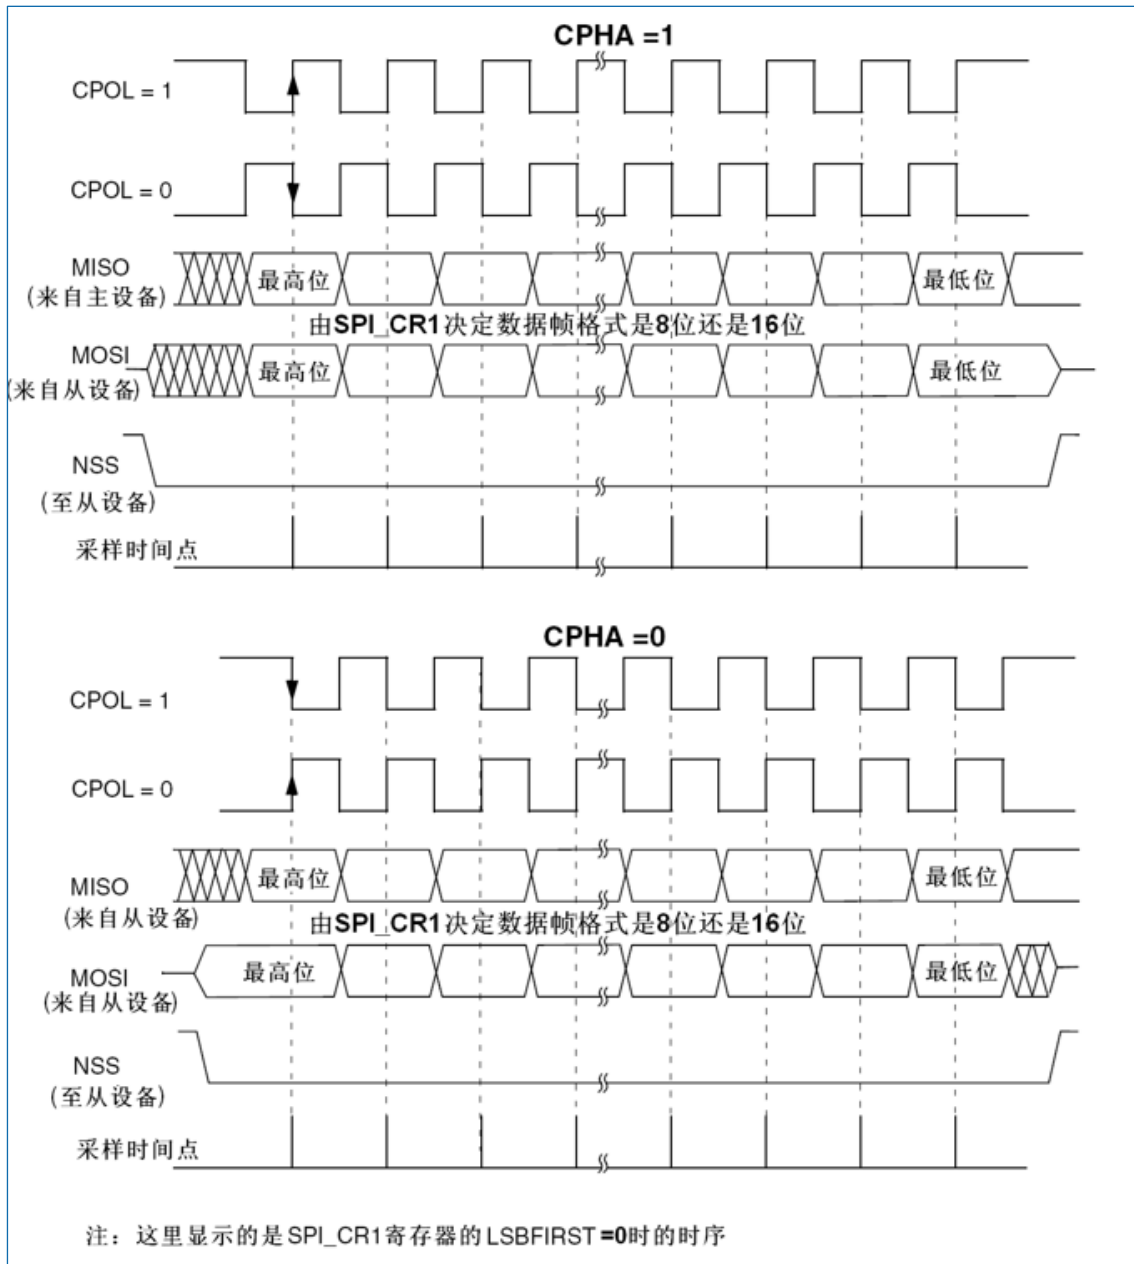

图 24-3 数据时钟时序图
2. 选择 CPOL 和 CPHA 位来定义数据传输和串行时钟之间的相位关系 (见图 24-3)。为保证正确的数据传输, 从设备和主设备的 CPOL 和 CPHA 位必须配置成相同的方式。
2. 选择 CPOL 和 CPHA 位, 定义数据传输和串行时钟间的相位关系 (见图 24-3)。